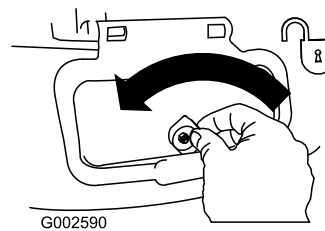

Figura 21
1. Desbloquee la puerta de descarga lateral (Figura 21).